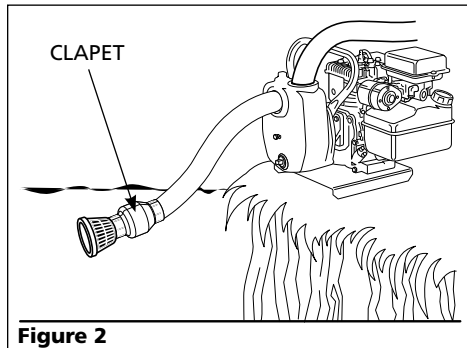

Figure 2
3. Un clapet de non retour doit être utilisé dans la conduite d'aspiration pour maintenir la capacité d'auto-amorçage. Si le clapet de non retour n'est pas utilisé, la pompe devra être amorcée au début de chaque utilisation. Pour un meilleur fonctionnement, le clapet de non retour doit être installé à l'entrée de la conduite d'aspiration. (Figure 2).